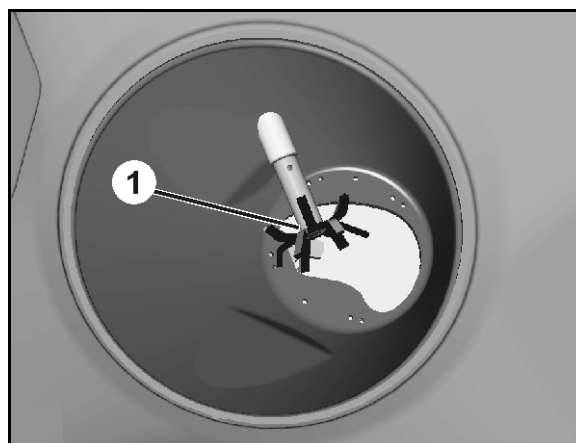

Fig. 15
- **eletronicamente** através do terminal de comando. Neste caso, as correções de dosagem (Fig. 15/1) acionadas por servomotores permitem diferentes larguras de abertura das aberturas de passagem (Fig. 15/2).
- **manualmente** através da alavanca de ajuste (Fig. 15/3), mediante o ajuste de diferentes larguras de abertura das aberturas de passagem (Fig. 15/2). A posição da correção necessária para o efeito é determinada de acordo com as indicações da tabela de dispersão ou através do disco de cálculo.
Para abrir e fechar a abertura de passagem, a correção de dosagem é acionada hidráulicamente (Fig. 15/4).